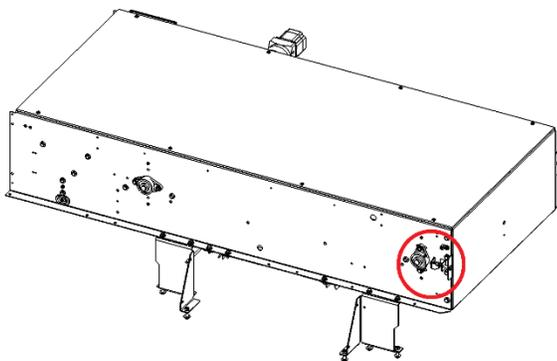

Abbildung E-4, Lagergehäuse
2. Lösen Sie auf der einen Seite des Pinspotters die Schrauben (2), die das Lagergehäuse an der Seite des Pinspotters halten. Entfernen Sie keine Schrauben. Wiederholen Sie den Vorgang auf der anderen Seite. Siehe Abbildung E-4.